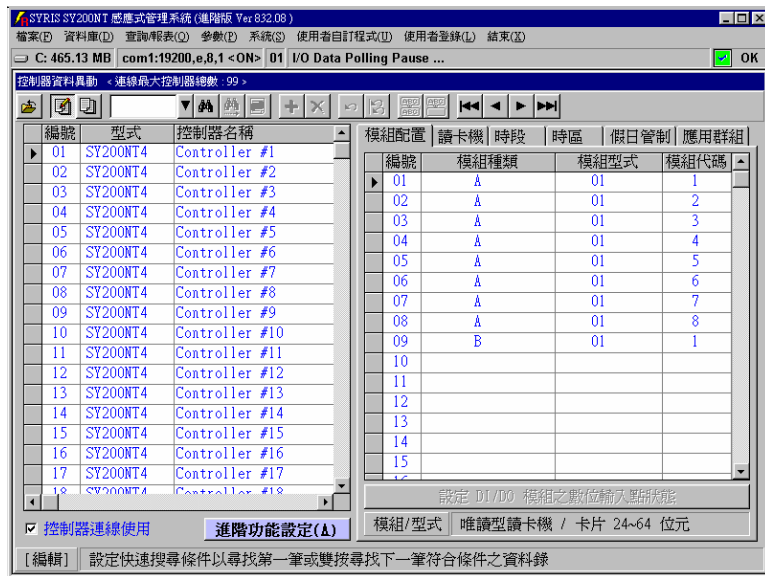

图 3-1 控制器数据设定主画面
1. 点选系统主选单“数据库(D)”内之“控制器数据异动(C)”，如图 3-1 所示。